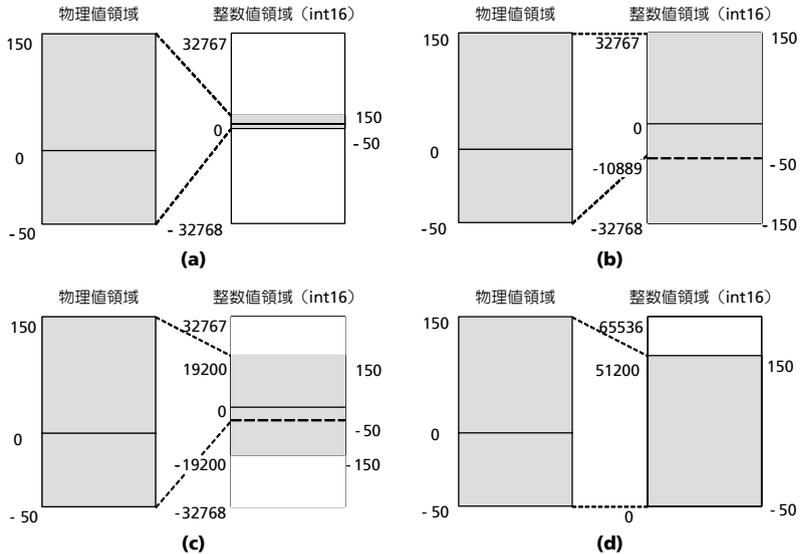

図 2-3 スケーリングなしのマッピング (a)、任意マッピング (b)、 $2^7$  スケーリング (c)、 $2^8$  スケーリングとオフセット (d)
**例：** 冷却液温度の範囲を  $-50\text{ }^{\circ}\text{C} \sim 150\text{ }^{\circ}\text{C}$  とします。これらの値を直接 16 ビット整数に実装するのでは極めて非効率的です。これでは図 2-3(a) に示すように 16 ビットで表現できる範囲の 0.3% しか使用されず、温度の分解能は 1 ビット =  $1\text{ }^{\circ}\text{C}$  となってしまう、測定された温度が  $83.4\text{ }^{\circ}\text{C}$  であっても制御ソフトウェア内では  $80\text{ }^{\circ}\text{C}$  として表現されてしまいます。
これを、図 2-3(b) に示すように測定値に 217.78 を掛けることにより、分解能を 1 ビット当たり約  $0.0046\text{ }^{\circ}\text{C}$  に変えることができます。しかしこの変換は単なる「浮動小数点の乗算」であるため、適切なものとはいえません。
別の方法として、分解能を 1 ビット当たり  $0.0078125\text{ }^{\circ}\text{C}$  に設定する方法があります。この乗算は 7 ビットの左シフト演算により表現できます。この演算を温度範囲に当てはめると、 $-6400$  から  $19200$  までのビットパターンが得られるので、16 ビット整数型の値の範囲の 39% が使用されることとなります。このスケールリングを図 2-3(c) に示します。
またさらに、符号なし 16 ビット整数値を使用し、1 ビット当たり  $0.00390625\text{ }^{\circ}\text{C}$  という分解能に加えて「オフセット」を併用することにより、使用率をさらに高めることができます。オフセットを  $-12800$  に設定した場合、温度範囲は  $-12800 \sim 38400$  となり、 $51200$  個の値の範囲を使用できることになり、使用率は図 2-3(d) に示すように 78% を超えます。ただしここではオフセット計算のための減算処理が必要となります。